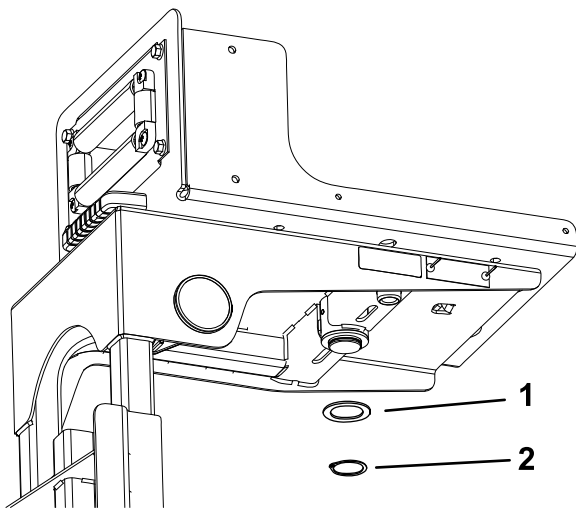

Figura 9
2. En la parte inferior del bastidor del carrete de la manguera, coloque la arandela de empuje y la anilla a presión en la columna del soporte giratorio (Figura 9).